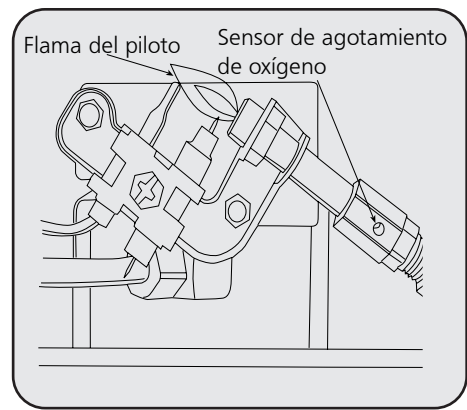

Figura 8
- Inspeccione visualmente la llama del piloto y el quemador periódicamente durante su uso. La llama del piloto debe ser de color azul (no amarilla) y debe extenderse más allá de la termocupla. La llama rodeará la termocupla justo debajo de la punta. Ver Figura 8.
3. Quite (4) cuatro tornillos que aseguran la tapa trasera (ref.# 3) al calentador.
5. Retire los tres (3) tornillos que fijan la parte inferior de la campana extractora para dejar expuestas las aberturas de aire de los quemadores.
8. Inspeccione y limpie el piloto (montado en el soporte) con una aspiradora o con aire a presión a través de los orificios en el piloto los cuales se indican con flechas en la Figura 8.
10. Reinstale la parte inferior de la campana extractora con los (3) tornillos.
11. Deslice la cubierta posterior sobre los (2) ganchos plásticos en la parte superior del calentador. Asegúrese de alinear la cubierta trasera con las cubiertas plásticas laterales. Instale los (4) tornillos para mantenerla en su lugar.